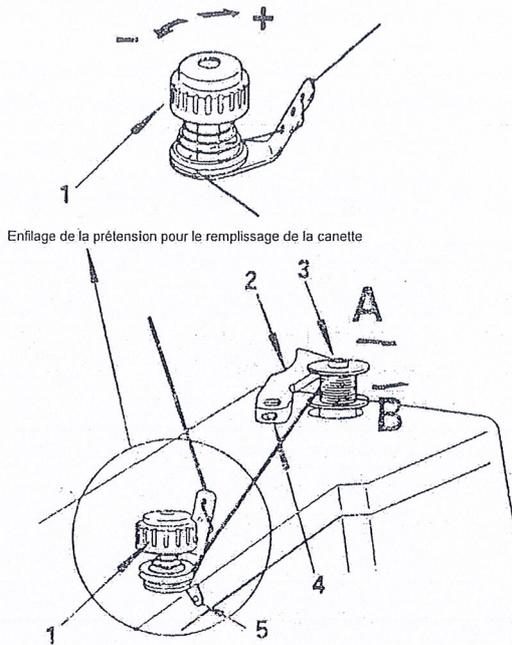

Fig.7.
2. Placer une canette sur le dévidoir (3), Figure 7, et la pousser le plus bas possible. Pré tension (1) pour augmenter la tension tourner l'écrou vers +, pour diminuer tourner vers -.
3. Pousser le levier (2) dans la direction de la flèche (A) et ensuite faire tourner la machine. (Voir figure 7)
Le dévidoir (3) tourne dans le sens de la flèche (B). (Voir figure 7)